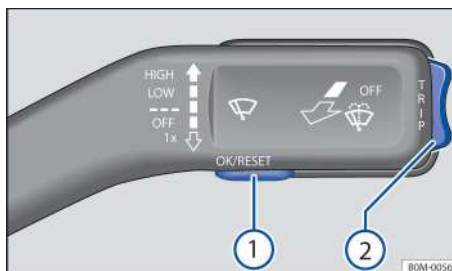

Рисунок 14. На правой стороне рулевой колонки: переключатели на рычаге стеклоочистителя (схематичное изображение)
- Нажмите переключатель **TRIP** на рычаге стеклоочистителя → Рисунок 14 ② чтобы переключиться на информационный дисплей.
- Нажмите кнопку **OK/RESET** ① на джойстике стеклоочистителя, чтобы переключиться между двумя источниками памяти.